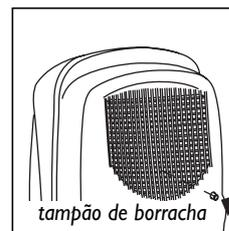

fig. 2
- Perfure o interior do bico de descarga utilizando um berbequim e uma ponta fina (Fig. 2).